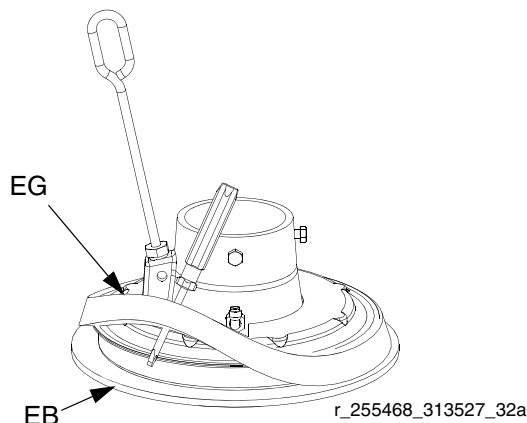

FIG.13 : Installer l'entretoise
2. *En partant du haut, positionnez l'entretoise (EG) entre le rebord et les racleurs (EB) à l'aide d'un tournevis.* Voir FIG.13.